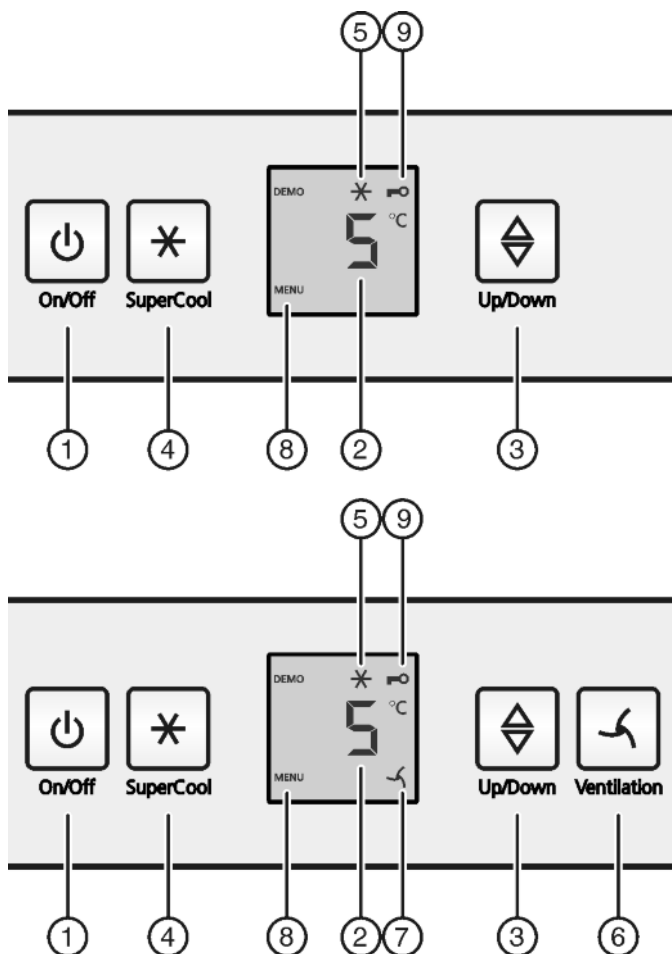

Fig. 2
- ▶ Нажать кнопку On/Off Fig. 2 (1).
- ▶ Нажмите кнопку «SuperCool» Fig. 2 (4) и удерживайте ее прим. 5 секунд.
- ▷ На индикаторе будет отображаться символ «Меню» Fig. 2 (8).
- ▶ Для подтверждения нажать и отпустить кнопку «SuperCool» Fig. 2 (4).
- ▷ На индикаторе горит символ «Защита от детей» Fig. 2 (9).
- ▶ Нажать и отпустить кнопку «On/Off» *Fig. 2 (1)*.
- ▶ Активация модуля регулировки температуры: нажмите кнопку настройки *Fig. 2 (3)*.
- ▶ Температуру меняйте ступенями по 1 °C: нажимайте кнопку настройки *Fig. 2 (3)* до тех пор, пока на индикаторе температуры не будет высвечена требуемая температура.
- ▶ Коротко нажмите кнопку SuperCool *Fig. 2 (4)*.
- ▷ На индикации горит символ SuperCool *Fig. 2 (5)*.
- ▷ Символ SuperCool *Fig. 2 (5)* на индикации гаснет.